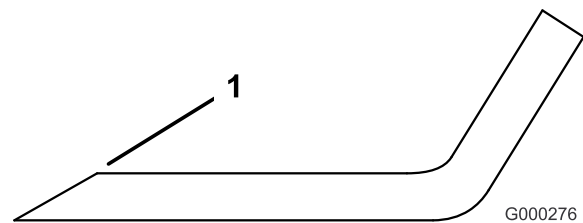

Figure 75
- Aigüisez le tranchant à chaque extrémité de la lame (Figure 75). Veillez à conserver l'angle de coupe d'origine. Limez la même quantité de métal sur chacun des deux tranchants pour ne pas déséquilibrer la lame.